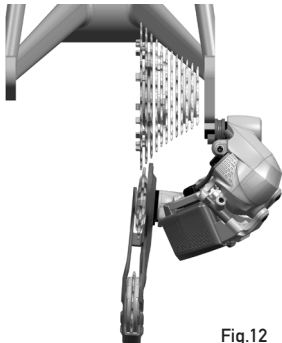

Fig.12
- en plaçant le dérailleur arrière sur le grand pignon et en l'observant depuis l'arrière, on remarque que la partie inférieure du train de galets se rapproche excessivement des rayons de la roue parce que la patte de dérailleur s'est probablement pliée (Fig. 12).